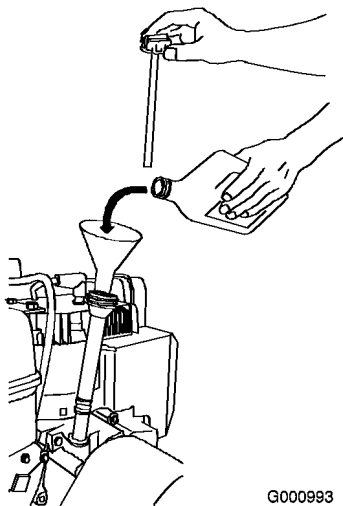

Figura 34
2. Rimuovete l'asta e controllate il livello dell'olio (Figura 34). Se l'olio non raggiunge la tacca Add, occorre rabboccare. Fate riferimento a Rabbocco dell'olio motore.